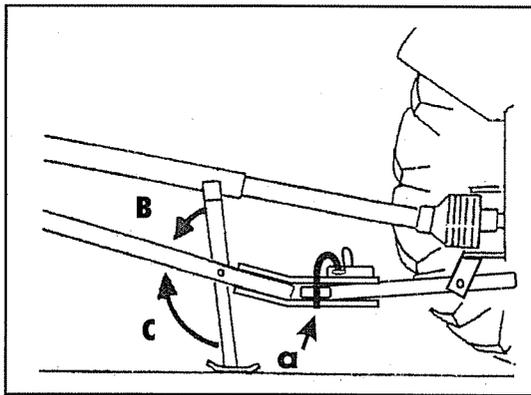

fig 3.1
- Atteler la faneuse à la barre à trous fixe (fig. 3.1) ou à la barre oscillante (fig. 3.2) du tracteur.
**La machine risque de se détacher du tracteur. Utiliser la goupille fendue (Y) pour assurer le tourillon d'attelage (X) soit en position (a) (barre à trous), soit en position (z) (barre oscillante).**